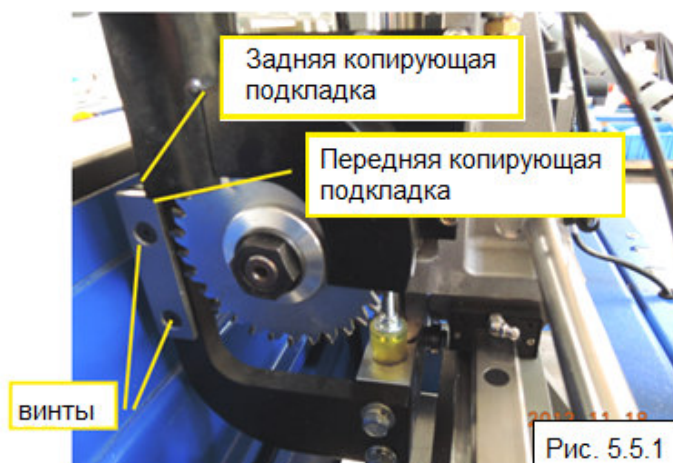

Рис. 5.5.1
2. Затем проведите ленту через тарельчатые пружины подкладки. Давление на подкладки можно увеличить, тогда выступ ленты будет короче. Для этого нужно затянуть 2 винта (Рис. 5.5.1). Более длинный выступ можно получить, если ослабить винты.
3. Необходимо выполнить одинаковую регулировку двух винтов (вверху и внизу: Рис. 5.5.1). Если копирующая подкладка будет располагаться неровно, то это может привести к некачественной облицовке, а также к повреждению заготовки.